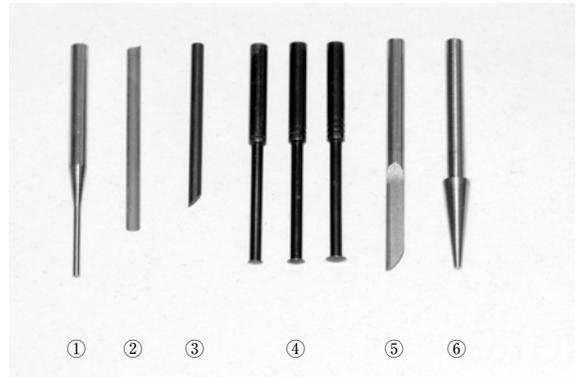

図 12-2 サベイヤーの付属品
(2) 付属品 (図 12-2)
① アナライジングロッド (測定杆)